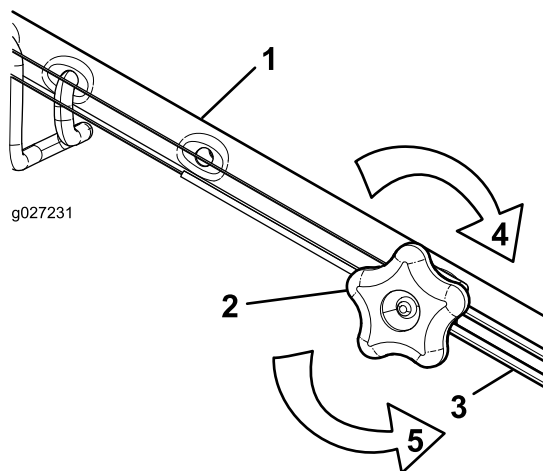

Figure 33
1. Tournez le bouton de réglage dans le sens antihoraire pour desserrer le réglage du câble (Figure 33).
2. Ajustez la tension du câble (Figure 33) en le tirant en arrière ou en le poussant en avant puis en le maintenant à cette position.